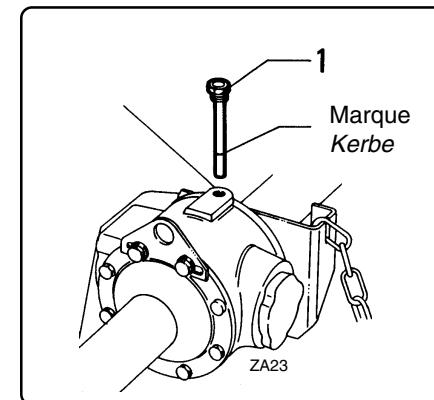

fig. 7.4.3
- Check the level of the lubricant in the gearbox through the inspection plug (fig. 7.4.3 pos. 1) and top up to the mark on the rod if necessary.
- Contrôlez le niveau du lubrifiant du carter des engrenages à travers le bouchon de visite (fig. 7.4.3 Pos. 1) et éventuellement en rajouter jusqu'à la marque sur la jauge. Voir les caractéristiques des lubrifiants au par. 7.6.